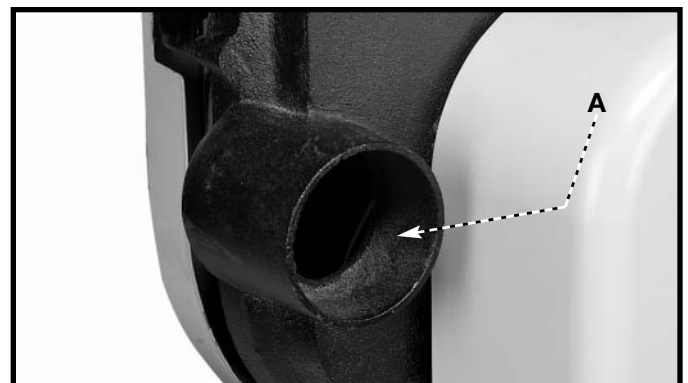

Fig. 36A
Una puerto del polvo (A),Fig. 36A le permite conectar su sierra de la venda con un colector de polvo.